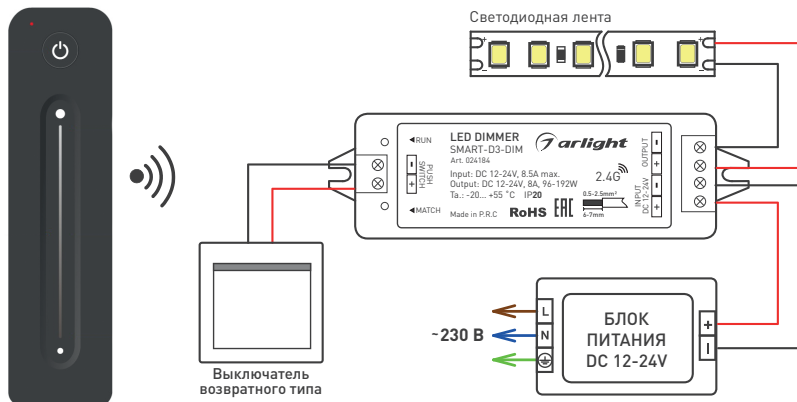

Рисунок 1. Схема подключения панели SMART-DIM-SET-LINE
- 3.2. Подключите диммер согласно схеме (рисунок 1).